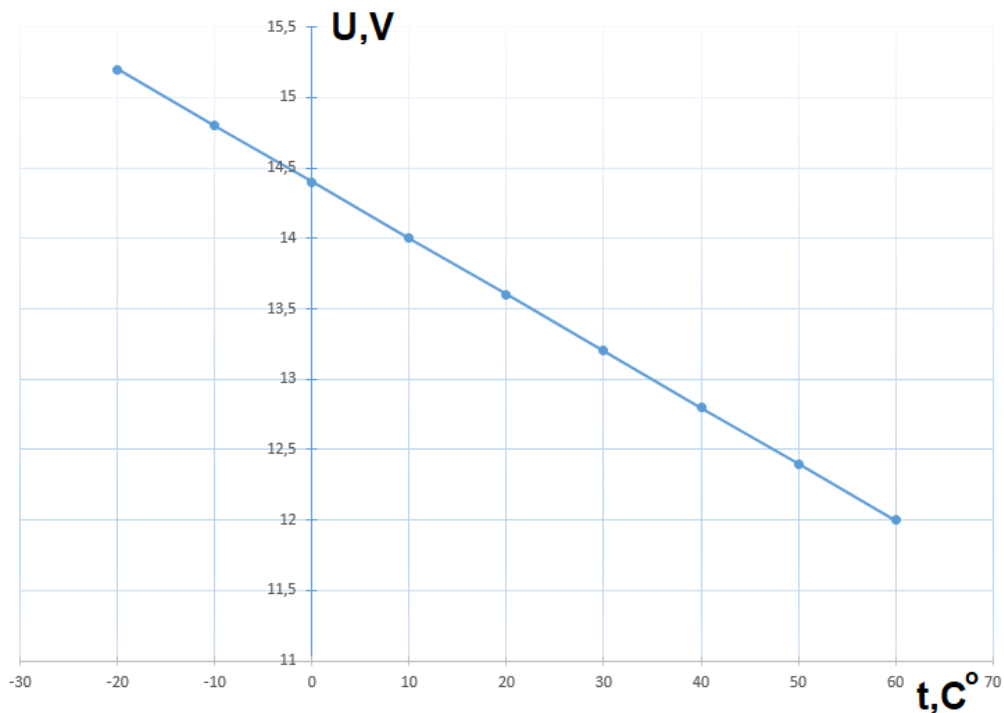

Рис. 2.1 Температурна залежність напруги повного заряду АБ
2.12 Прилад забезпечує автоматичну підзарядку АБ і захист від її неправильного підключення. Проводиться корекція кінцевої напруги повного заряду АБ в залежності від температури (рис. 2.1).